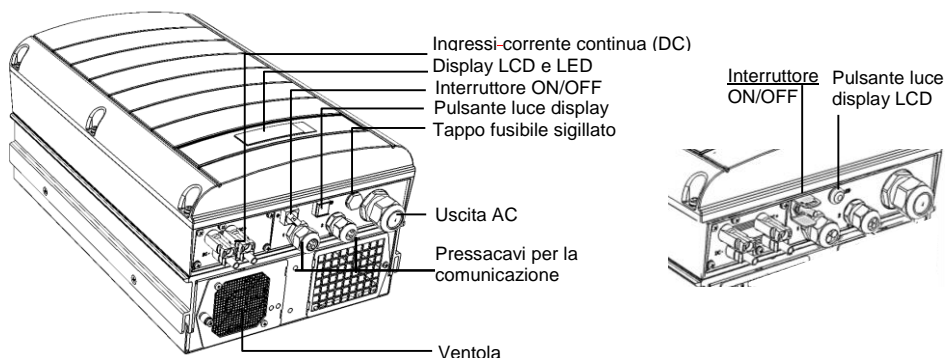

Figura 3: Connettori dell'inverter (esempio per inverter trifase)
- 4 Aprire il pressacavo del cavo di corrente alternata e inserire il cavo attraverso il pressacavo (vedere Figura 3).